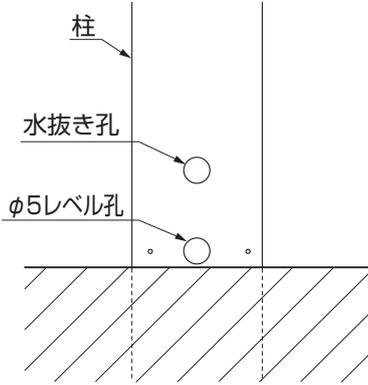

図3-1
- 各柱のレベル孔は水平にそろえて取付けてください。水平にそろっていないとフェンスの連結ができなかったり、上ブラケットが取付かない場合があります。(図3-1参照)